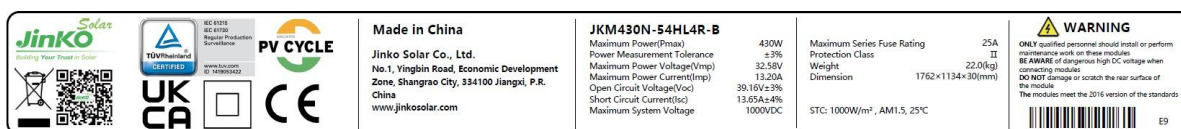

Figura 1. Exemplu de plăcuță de identificare.
1. Placa de identificare (Figura 1): fiecare Modul are o placă de identificare, care indică tipul Modulului, parametrii principali ai specificațiilor electrice și de siguranță, etc.